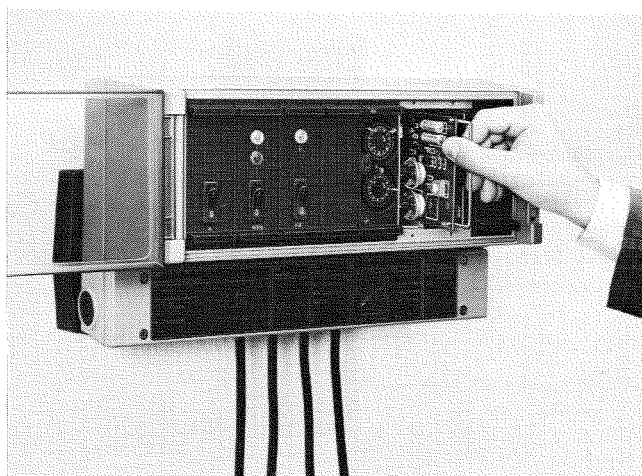

Abb. 11 Herausziehen der Leiterplatte
2. Leiterplatte mit Bivalenzregler mit dem Montagebügel herausziehen (Abb. 11).